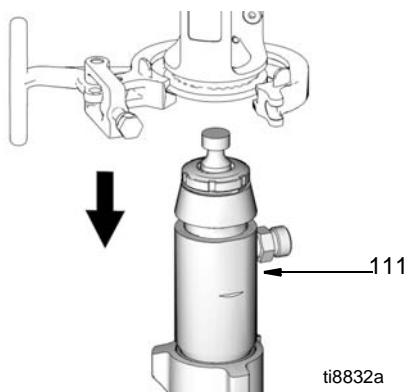

FIG. 19
9. (Fig. 19) Ta bort pumpen (111) från sprutan.